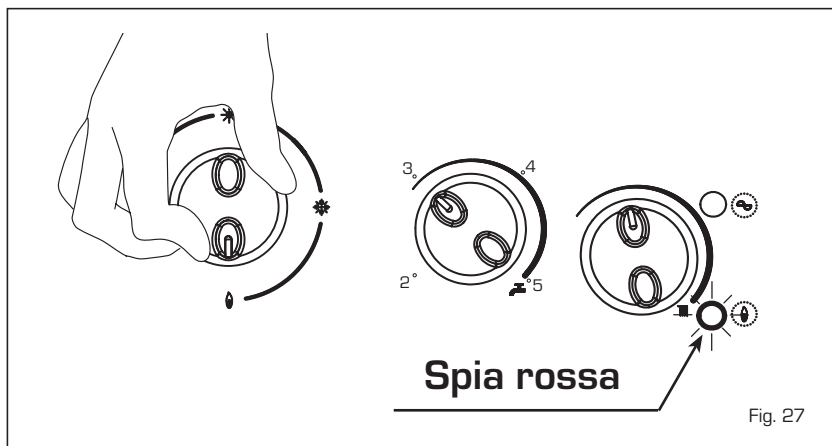

Fig. 27
- **Ripristino pressione impianto riscaldamento** (fig. 27/a)